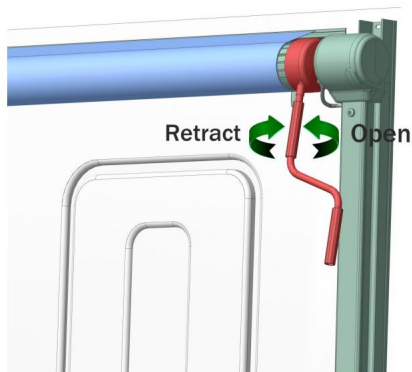

Figura D24
6.1 El parasol B2E admite el apagado manual. En caso de corte de energía o mal funcionamiento, se puede insertar la manivela manual en el orificio manual en la cubierta lateral del motor de desplazamiento y se puede girar la manivela para retraer o liberar el parasol. (Figura D24)